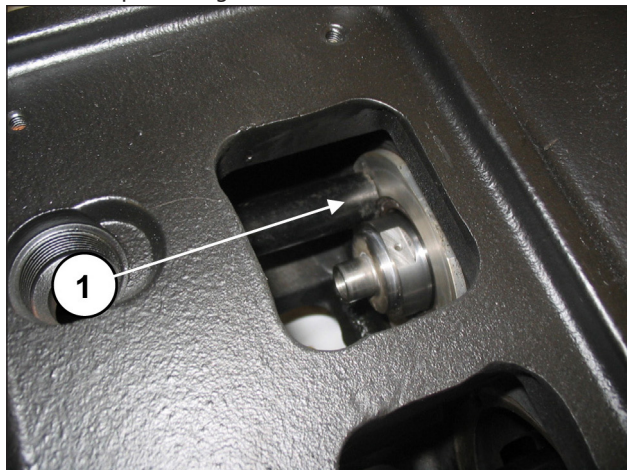
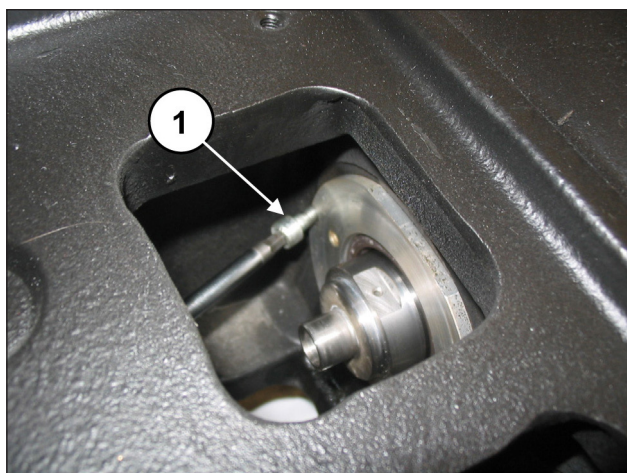

Fig. 172
Fig. 173
Assicurarsi che il coperchio entri completamente in sede (pos. ①, Fig. 172) facendo attenzione a non danneggiare il labbro del paraolio. Avvitare i coperchi paraolio mediante 2 viti M6x14 (pos. ①, Fig. 173).